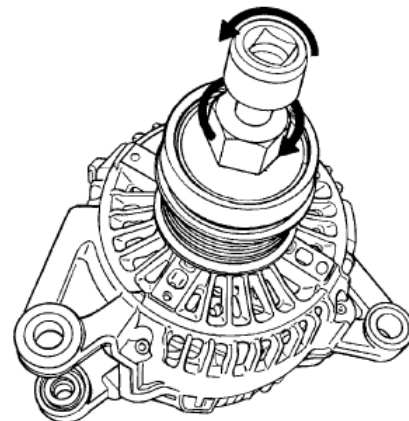

Figure 3
10. With a torque wrench rotate the alternator shaft counter clockwise while holding the OAD shaft stationary. Torque spec 47-62 Ftlbs – 65-85 Nm: Figure 3.
10. Au moyen d'une clé dynamométrique, faire pivoter l'arbre d'alternateur en sens antihoraire tout en tenant l'arbre du découpleur stationnaire. Couple de serrage 47-62 pi-lb – 65-85 Nm : Figure 3.